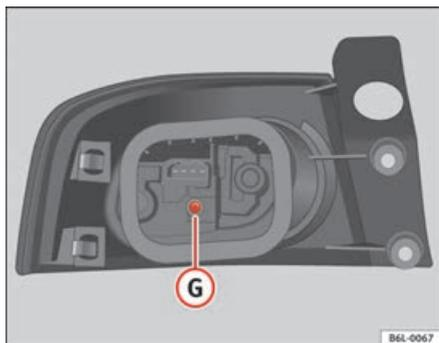

Fig. 167 Luz traseira na carroçaria
- Desenrosque o parafuso **G** ⇒ fig. 167.